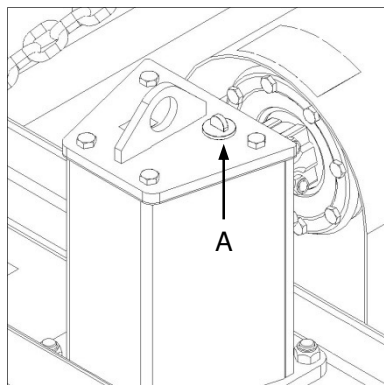

Fig. 6
- ✔ A dipstick (Fig. 6-A) is provided on the implement gearbox for this purpose. The oil level should fall within the area indicated on the dipstick.
- ✔ Die ratkas het 'n peilstok (Fig. 6-A) vir hierdie doel. Die olievlak moet binne die perke val wat op die peilstok aangedui word.